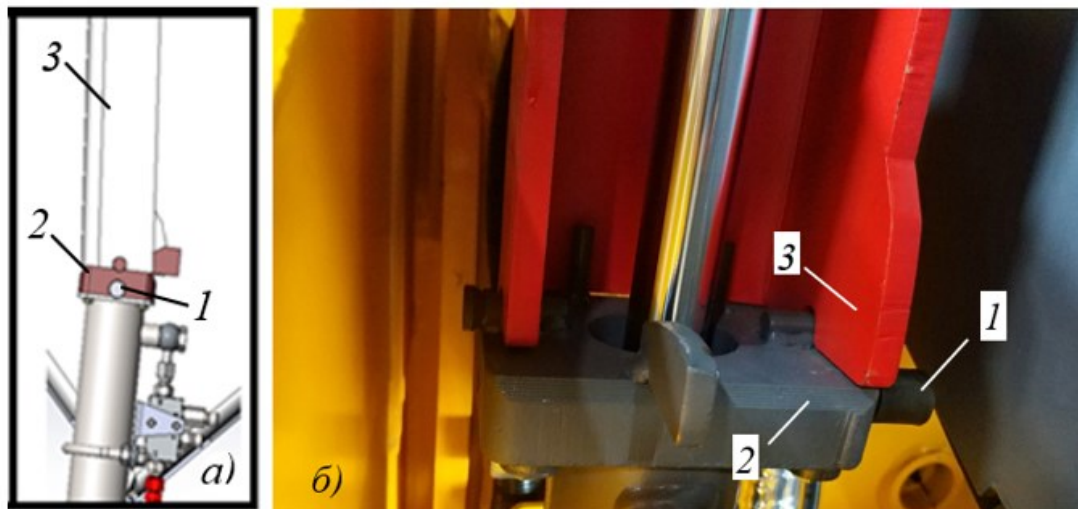

Рисунок 3.25. Блокировка положения кабины
- ▶ Качая рычагом 1 рис. 3.23а, опустить кабину до совмещения упора 3 с опорой блокиратора 2, рис. 3.25.